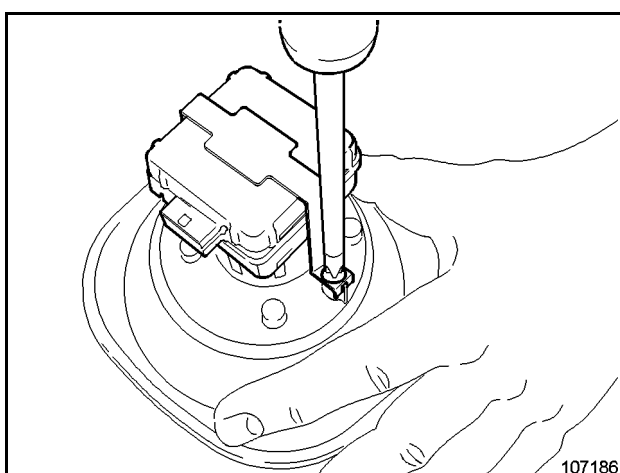

Fig. 3-50:
- Destornillar el portalámparas (Fig. 3-50:).